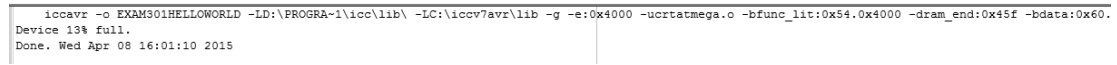

图 3.19 ICC AVR 的输出窗口
(5) 点击菜单“Project/Make Project”对当前项目进行编译，此时 ICC AVR 的输出窗口如图 3.19 所示。